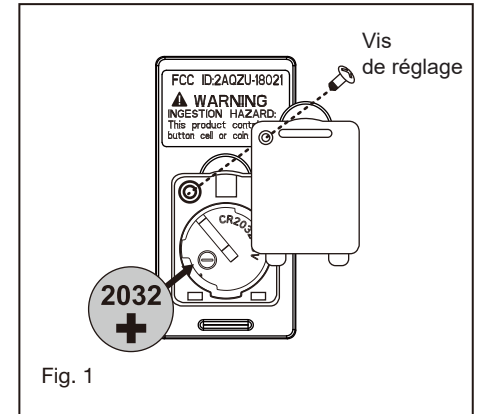

Fig. 1
- 1 Fixez la pale au moteur à l'aide des vis et des rondelles plates fournies. Répétez l'opération pour les pales restantes. Assurez-vous que les vis sont BIEN SERRÉES ! Des vis de moteur desserrées peuvent causer un bourdonnement indésirable pendant le fonctionnement. (Fig. 1)
- 1 Tout en gardant l'ensemble DEL sous votre ventilateur, effectuez les connexions des fiches polarisées : (Fig. 1)
- 5 Tout en tenant l'abat-jour sous votre ventilateur. (Fig. 1)
- 6 Placez l'abat-jour contre le ventilateur et tournez-le dans le sens des aiguilles d'une montre jusqu'à ce qu'il soit bien ajusté ; NE SERREZ PAS TROP FORT. (Fig. 1)
- 1 Sélectionnez un emplacement souhaité. Utilisez la plaque murale pour marquer l'emplacement des trous de montage. Des chevilles murales en plastique ou des vis de montage sont nécessaires pour cette application. (Fig. 1)
Retirez le panneau de l'émetteur, puis installez une pile 2032 (incluse). Vous devez utiliser un tournevis pour ouvrir ou fermer le couvercle de la batterie. Pour éviter d'endommager l'émetteur, retirez la batterie s'il n'est pas utilisé pendant de longues périodes (Fig. 1).